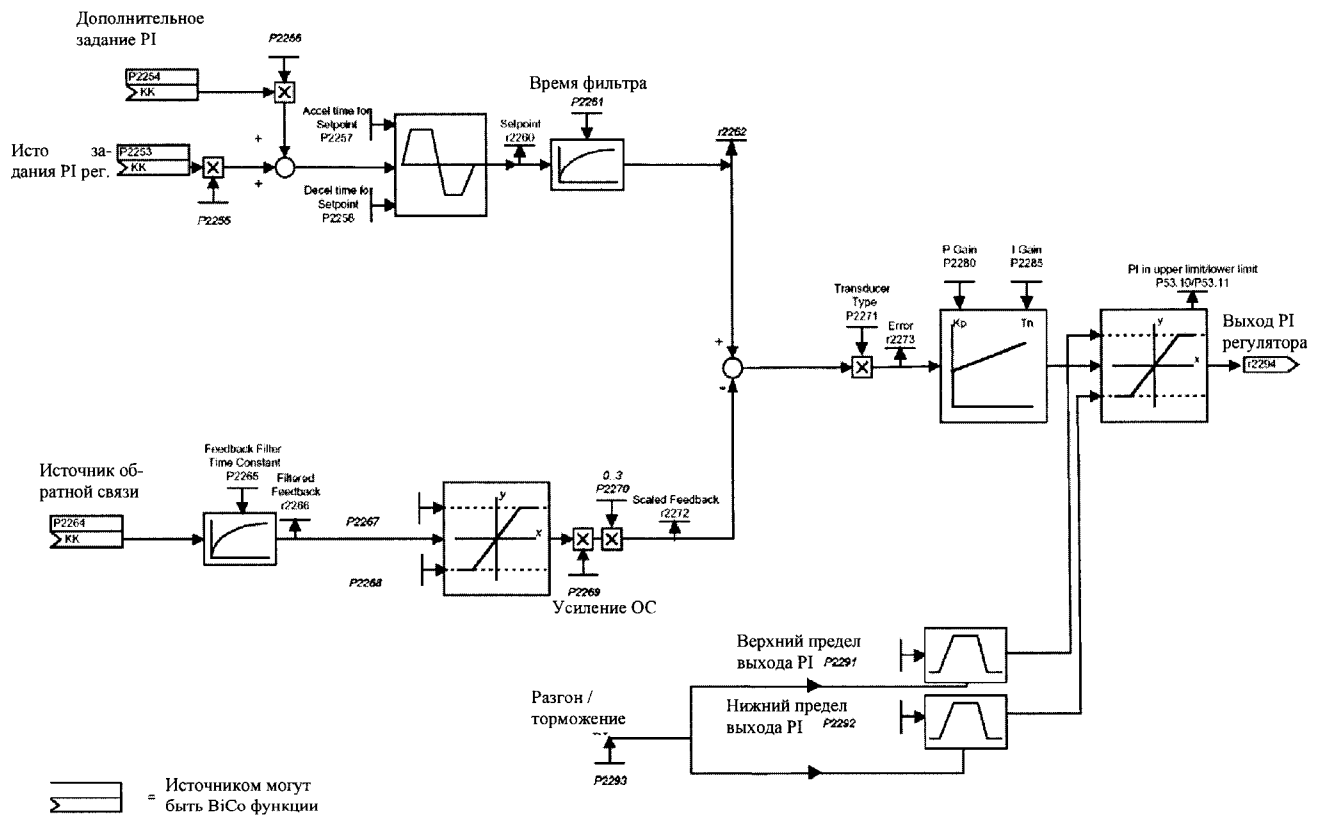

Рисунок 2-10 Структура PI регулятора
Сигнал ошибки процесса является комплексным и имеет временные характеристики (запаздывание). Этот сигнал далее используется в пропорционально-интегральном регуляторе (PI), коэффициенты которого могут оптимизироваться для получения устойчивости процесса регулирования. Правильный подбор коэффициентов обеспечивает высокую точность поддержания заданного параметра технологического процесса. Смотрите рисунок 2-10.